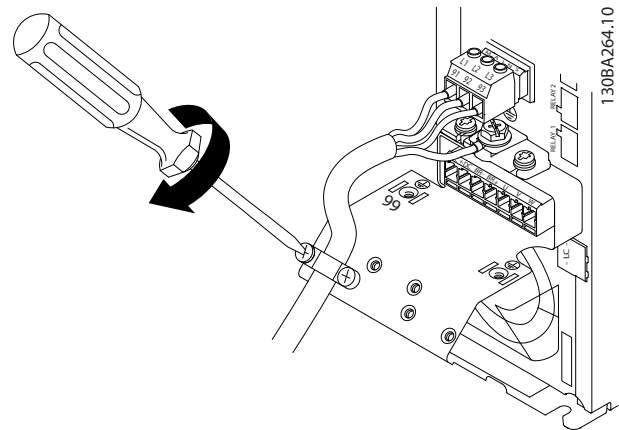

Abbildung 3.11 Montage der Stützhalterung
4. Montieren Sie die Stützhalterung entlang den Netzkabeln und ziehen Sie die Schrauben an (siehe *Abbildung 3.11*).